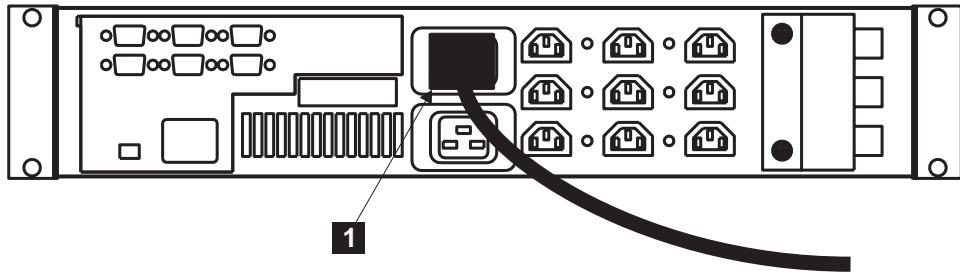

図 35. 2145 UPS 電源ケーブルの取り付け
9. 2145 UPS の背面にある 2145 UPS 主電源ケーブル **1** (80 ページの図 35) を電源ソケットに差し込みます。